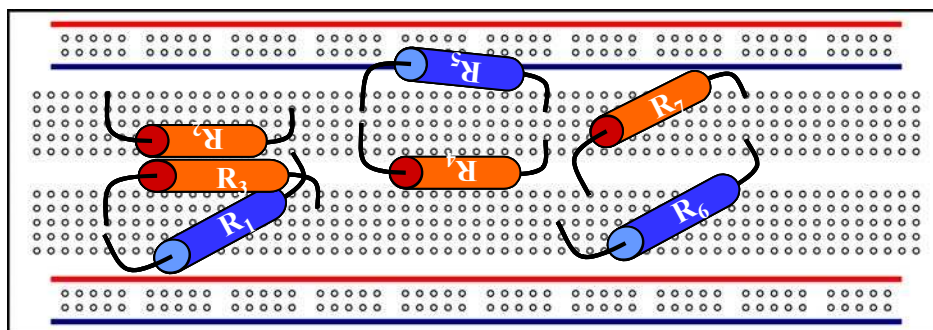
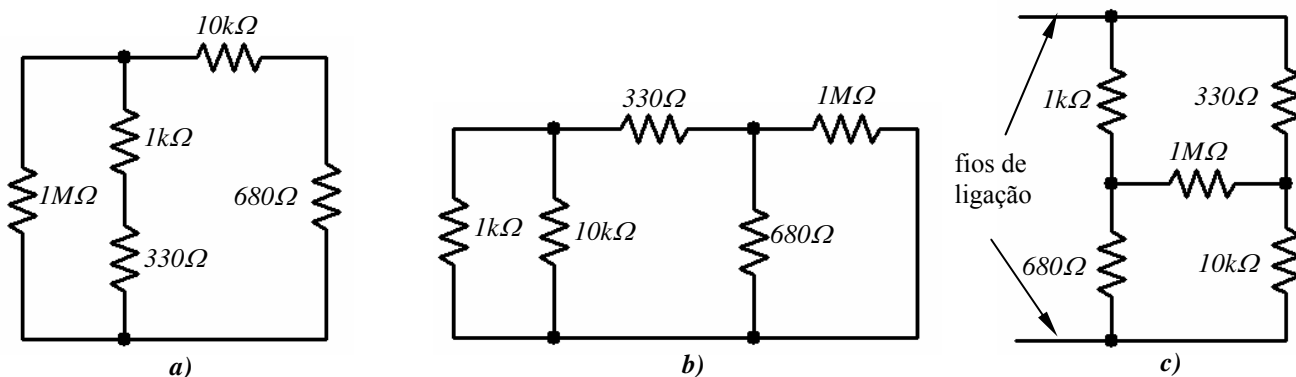

Fig. 1.1
Fig. 1.2
Atente na placa branca representada na fig. 1.1 onde estão inseridas sete resistências. Constate que  $R_1$ ,  $R_2$  e  $R_3$  (as três resistências da esquerda) estão ligadas em série.  $R_4$  e  $R_5$  (as duas resistências do meio) estão ligadas em paralelo.  $R_6$  e  $R_7$  (as duas resistências da direita) estão também em série.
a) Considere agora os três circuitos representados na fig. 1.2, todos eles realizados com cinco resistências de diferentes valores, que abaixo se identificam através do **Código das Cores**.
Tendo em mente a forma como os contactos da placa branca estão ligados internamente e os exemplos da fig. 1.1, monte cada um destes circuitos e chame depois o docente para verificar. No circuito da fig. 1.2-c) não precisa de ligar a outra extremidade dos fios.